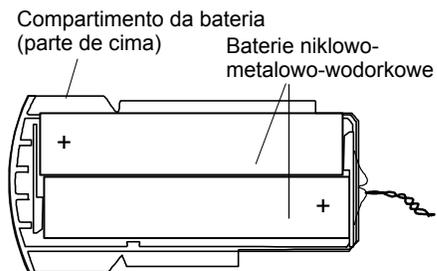

Figura E.3c: Instalação das baterias
3. Instalar as novas baterias. Introduza as novas baterias colocando primeiro o lado positivo dentro do compartimento, e em seguida o lado negativo. Certifique-se de que as baterias se encontram na orientação correcta (consulte a figura E.3c, ou o diagrama no compartimento das baterias).